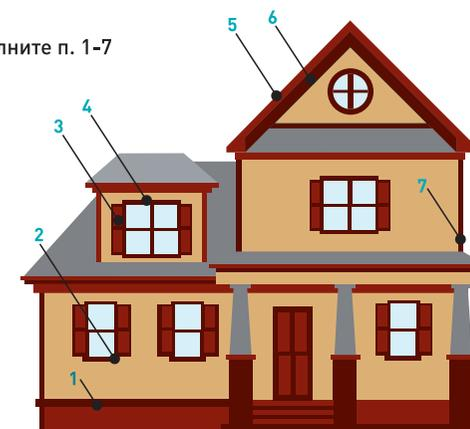

РИСУНОК 7
Необходимо снять (рисунок 7) все металлические и деревянные отливы с фундамента (1), дождевые отливы (2), декоративные обрамления окон и наличники дверей (3, 4), старые подгнившие ветровые доски (5) и прочие материалы, препятствующие монтажу софита (6), декоративное обрамление углов (7).